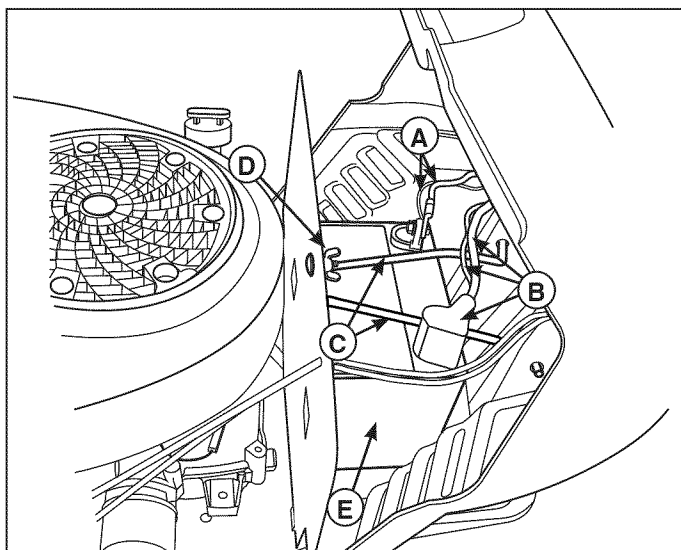

Figura 12
1. Desconecte los cables de la batería, los negativos primero (A, Figura 12) y luego los de la tapa y los positivos (B).
2. Suelte la tuerca de mariposa y la arandela (D).
3. Haga girar hacia arriba la barra de sujeción (C) y retírela de la batería. Sujétela en la torre de dirección.
4. Retire la batería (E).